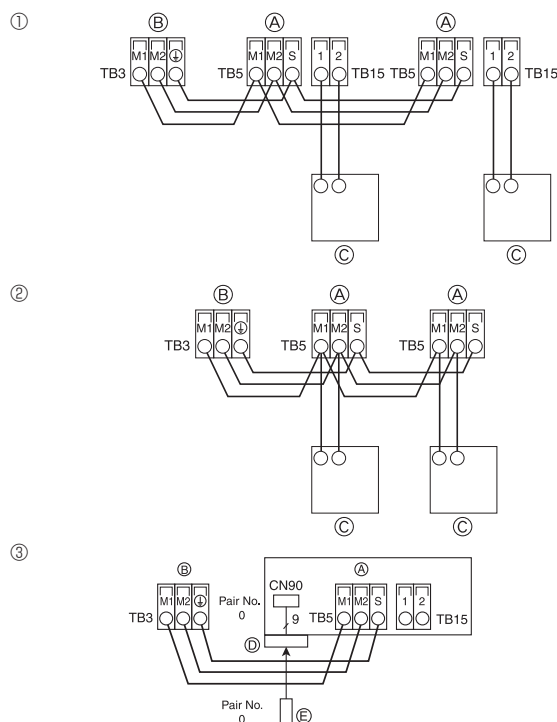
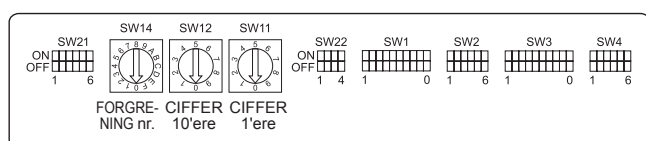

Fig. 4-8
Fig. 4-9
4.4. Tilslutning af fjernbetjenings-, indendørs- og udendørstransmissionskabler (Fig. 4-8)
① MA-fjernbetjening
② M-NET-fjernbetjening
③ Trådløs fjernbetjening (ved installation af modtager til trådløst signal)
- ④ Klemrække til indendørsenhedens transmissionskabel
- ⑤ Klemrække til udendørsenhedens transmissionskabel (M1(A), M2(B), ⊕(S))
- ⑥ Fjernbetjening
- ⑦ Modtager til trådløst signal
- ⑧ Trådløs fjernbetjening
4.5. Indstilling af adresser (Fig. 4-9)